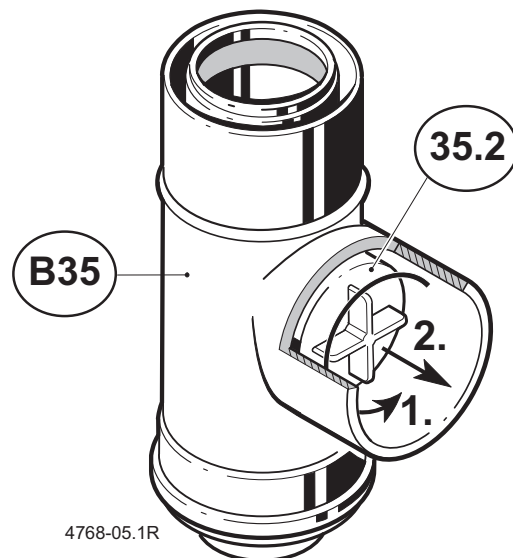

Bild 5
- Abgasverschluß (35.2) unter Linksdrehen abschrauben (Bild 5).